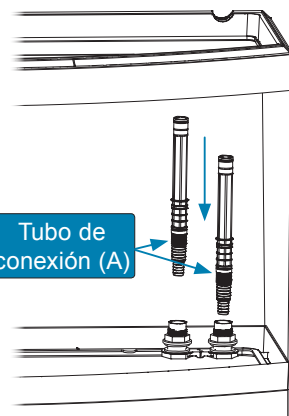

Fig. 2
- Deslice el tubo de conexión (A) completamente a través de la abertura (O) hasta que se detenga (Fig. 2).
2. Coloque el segundo tubo de conexión (A) completamente por la abertura (I) hasta que se detenga (Fig. 2).